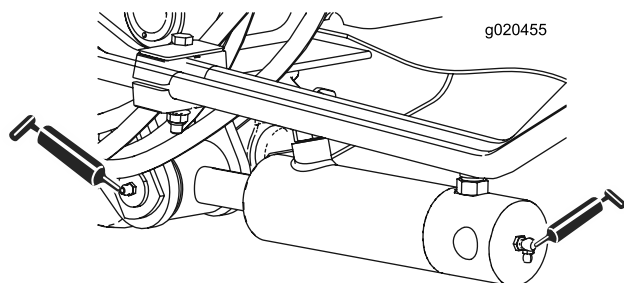

Figure 41
- Bagues de vérins de bras de relevage (2 chacun) (Figure 41).